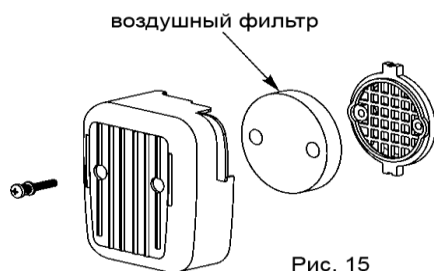

Рис. 15
- Очистите воздушный фильтр (Рис.15). Снимите фильтр с триммера, тщательно промойте его в теплом растворе моющего средства. Хорошо смойте моющий раствор чистой водой. Тщательно высушите фильтр. Если Вы не будете производить чистку фильтра каждые 20 часов, то уже не сможете отмыть его. Фильтр придется менять. Если фильтр уже невозможно отмыть, замените его. Не используйте поврежденный фильтр! Он также должен быть заменен новым.